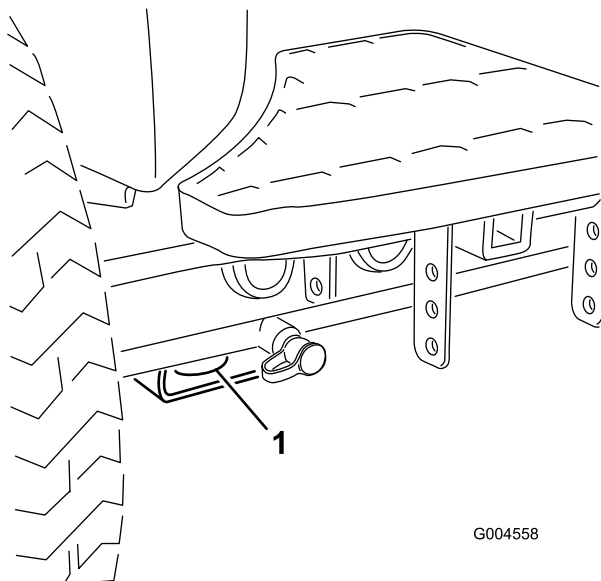
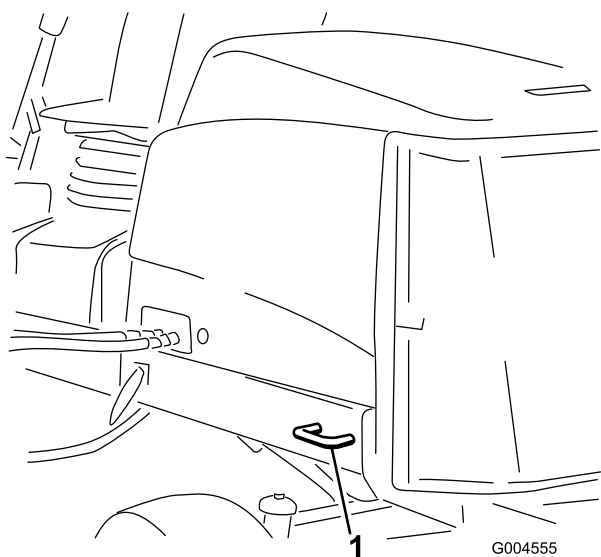

Figura 36
Figura 37
5. Utilizzate gli ancoraggi metallici sulla macchina per fissare saldamente la macchina al rimorchio o all'autocarro per mezzo di cinghie, catene, cavi o corde (Figura 36 e Figura 37).
- Anteriore – Foro nel supporto rettangolare, sotto il tubo dell'assale, all'interno delle ruote anteriori (Figura 36)
- Posteriori – Ogni lato della macchina sul telaio posteriore (Figura 37)